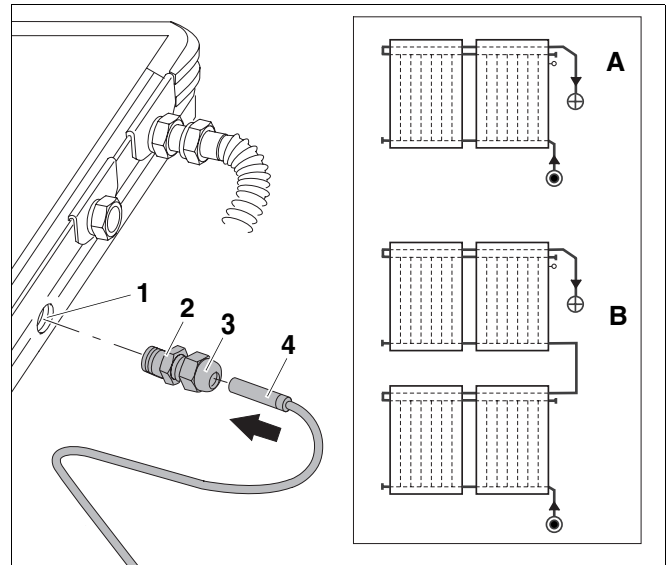

Abb. 55 Anschließen des Kollektorfühlers
- Einbauort (Abb. 55, **Pos. A**) bei einreihigen Kollektorsystemen
- Einbauort (Abb. 55, **Pos. B**) bei zweireihigen Kollektorsystemen
- Drücken Sie die Wärmeleitpaste in die Tauchhülse (Abb. 55, **Pos. 1**).
- Führen Sie den Kollektorfühler (Abb. 55, **Pos. 4**) durch die Klemmverschraubung (Abb. 55, **Pos. 2** und **3**) und schieben Sie den Kollektorfühler ca. 170 mm bis zum Anschlag in die Tauchhülse.
- Schrauben Sie das Unterteil der Klemmverschraubung (Abb. 55, **Pos. 2**) in das Gewinde der Tauchhülse.
- Ziehen Sie Klemmverschraubung (Abb. 55, **Pos. 2** und **3**) an.